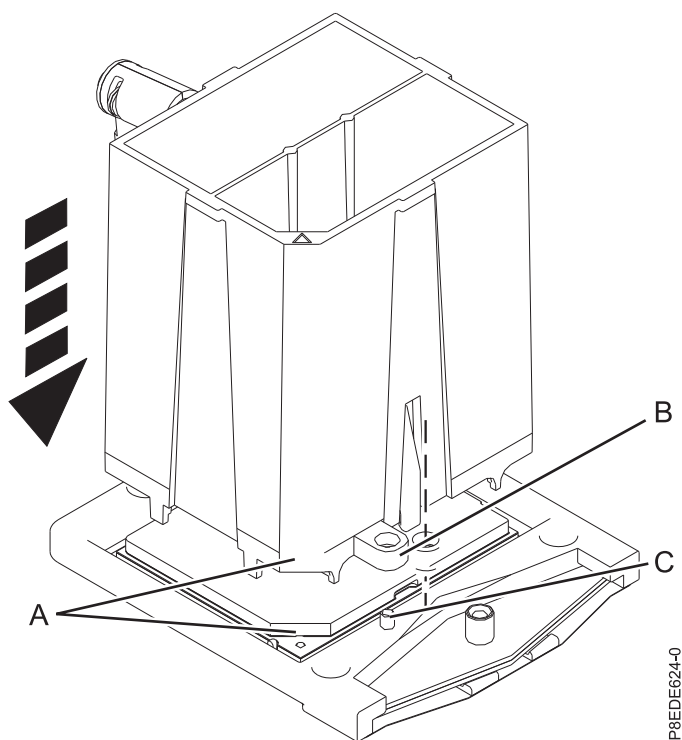

Figura 8. Abaixando a ferramenta de remoção no módulo de processador do sistema
10. Abaixando a ferramenta de remoção fornecida no módulo do processador do sistema. O canto chanfrado (A) da ferramenta deve estar alinhado com o canto chanfrado do módulo de processador do sistema. Alinhe as guias (B) da ferramenta com os pinos (C) do soquete do processador. Consulte o Figura 8 na página 10.